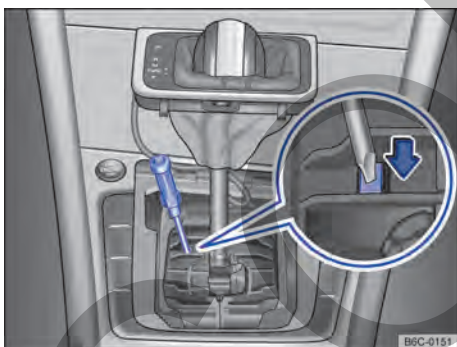

Fig. 95 Desinstalar la cubierta de la palanca selector y desbloquear el bloqueo de la palanca selector de emergencia.
- Con ayuda de un destornillador presionar cuidadosamente la palanca de desbloqueo en la dirección de la flecha y mantenerla en esa posición → fig. 95.